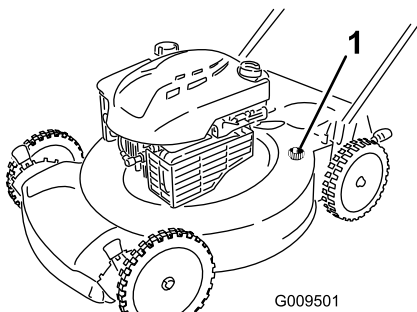

Рисунок 39
5. Присоедините садовый шланг, подключенный к источнику воды, к отверстию для промывки в корпусе (Рисунок 39).